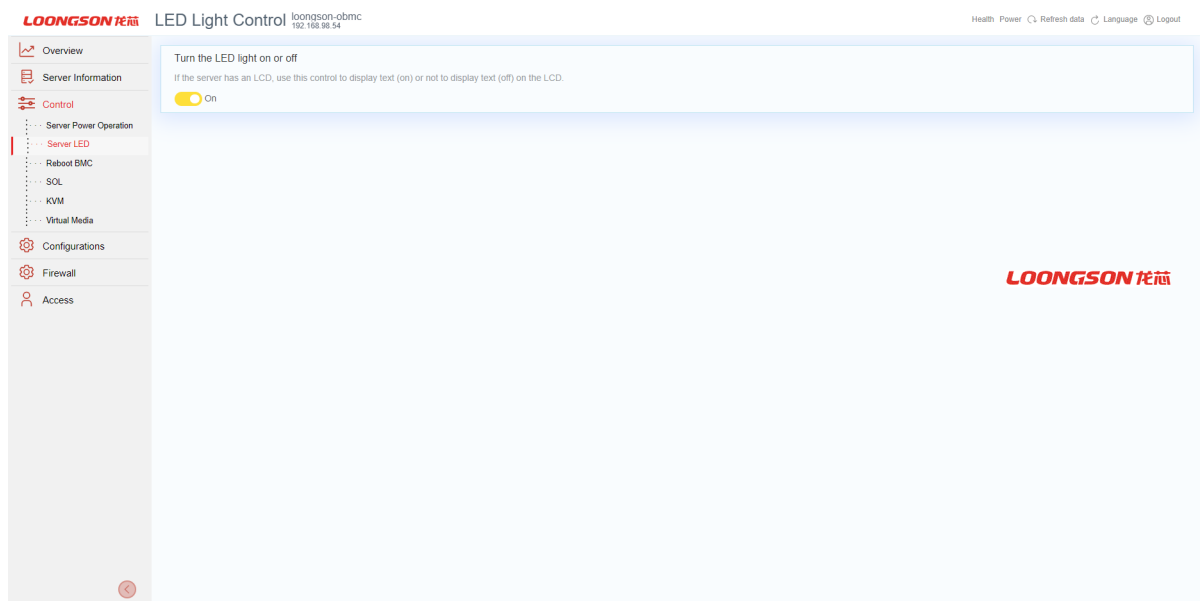

Рис. 79. Окно «Server LED»
- 3) Пройдите во вкладку «Control» → «Server LED» в данной вкладке осуществляется управление светодиодом идентификации сервера в серверной стойке. В поле «Turn the LED light on or off» установите переключатель в активное положение чтобы включить светодиод индикации сервера. Окно показано на рис. 79 Окно «Server LED»